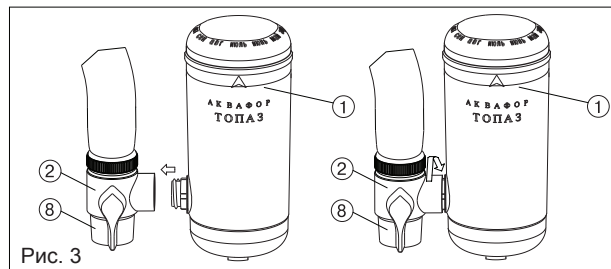

Рис. 3
Для замены модуля (1) поверните его относительно переключающего клапана (2) на один оборот против часовой стрелки и аккуратно выньте модуль (1). Расположите новый модуль (1) вертикально и аккуратно вставьте его до упора в переключающий клапан (2), после чего поверните новый модуль (1) на один оборот по часовой стрелке (рис. 3).